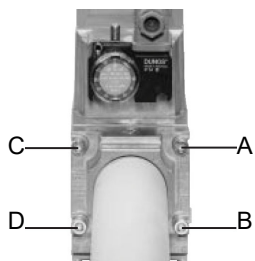
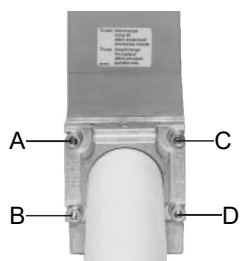

Fig. 6
Fig. 7
1. Aflojar los tornillos A y B, no destornillarlos (Fig. 6 Fig. 6 y Fig. 7 Fig. 7).
2. Desatornillar los tornillos C y D (Fig. 6 Fig. 6 y Fig. 7 Fig. 7).